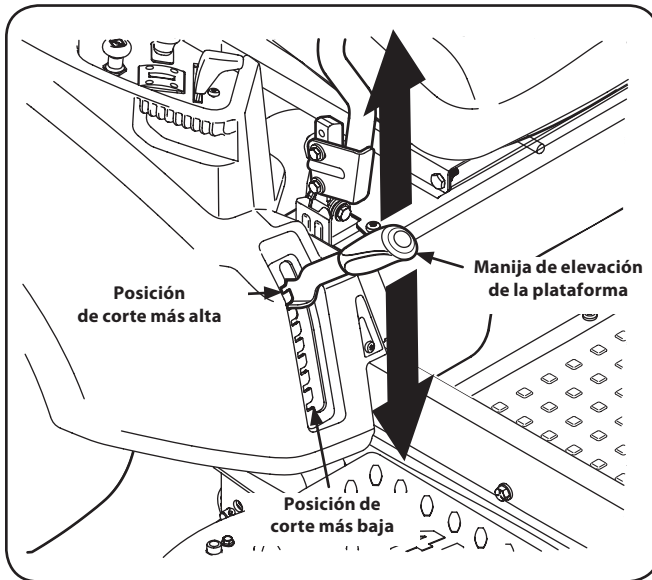

Figura 7-3
1. Usando la manija de elevación de la plataforma, levante la plataforma a la posición que le ofrece mayor recorrido horizontal de la correa entre las poleas locas de la plataforma y la polea de la PTO en la base del motor. Vea la Figura 7-3.
5. Baje la plataforma hasta la posición más baja usando la manija de elevación de la plataforma. Vea la Figura 7-3.
- Ubique la manija de elevación de la plataforma en la posición de corte más elevada. Vea la Figura 7-3.